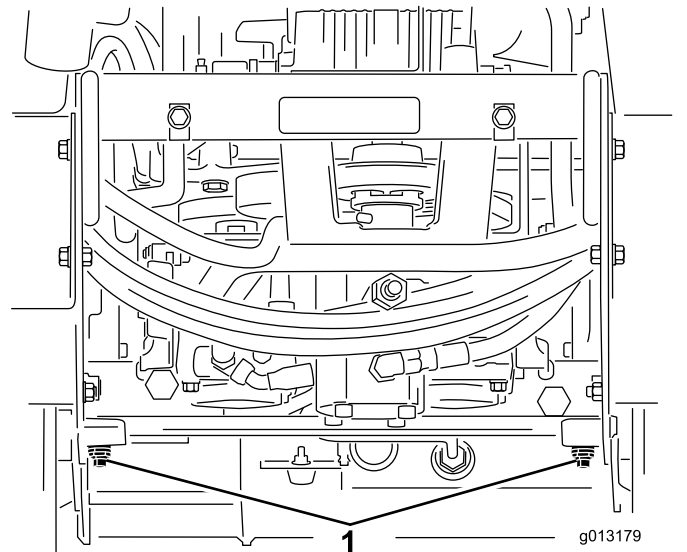

Bild 20
4. Drehen Sie die Schleppventile an den Hydraulikpumpen mit einem Schraubenschlüssel zweimal nach links (**Bild 20**).